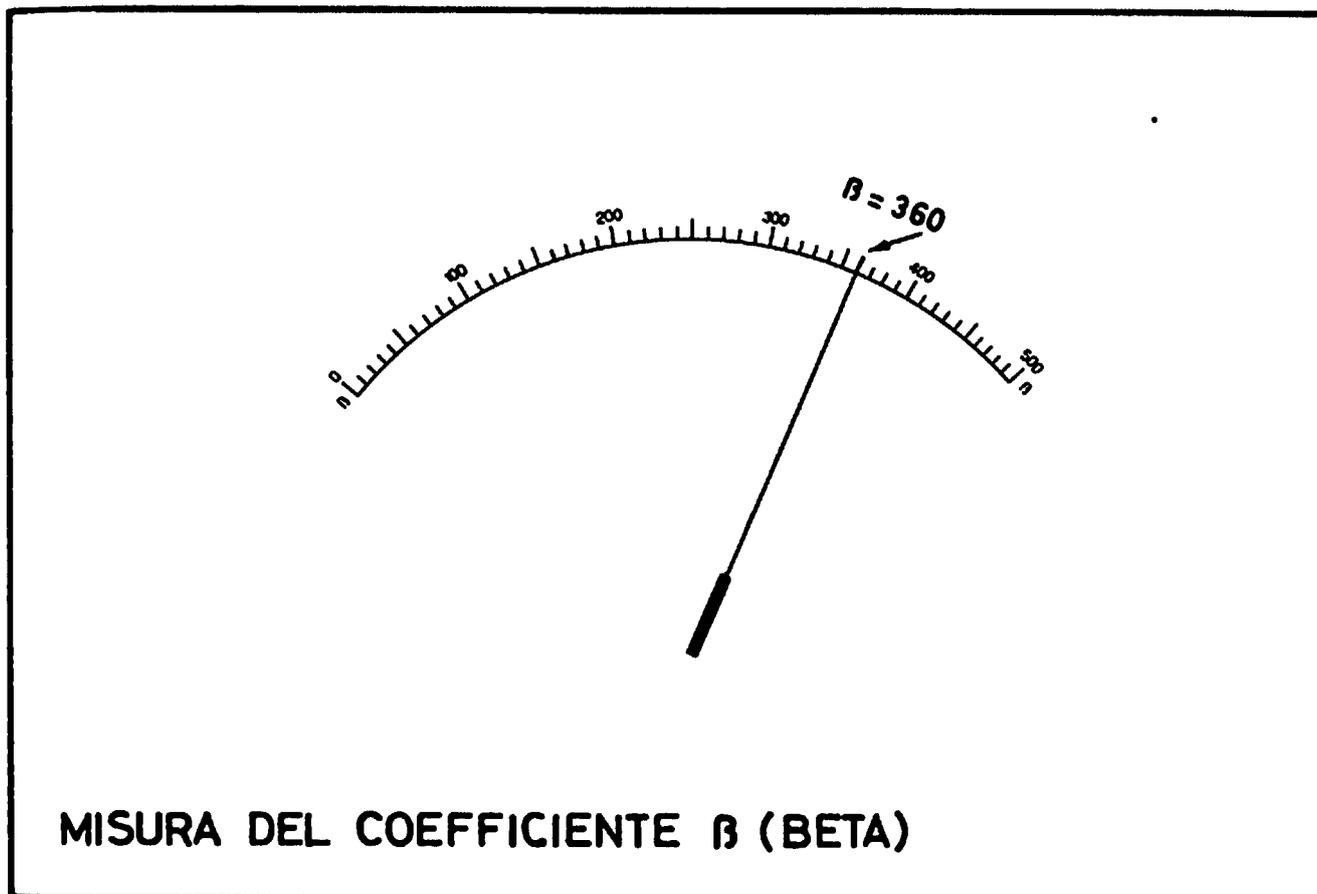

Fig. 4
La lettura va fatta direttamente sulla scala riprodotta nella *fig. 4*, all'estremo della quale è riportato il numero 500, tenendo presente che ciascuna graduazione corrisponde a 10.
a) Supponiamo che in precedenza si sia ottenuto l'azzeramento e che ora l'indice si sia fermato sulla sesta lineetta dopo il 300, come appare nella *fig. 4*.
b) Supponiamo che l'indice si trovi ancora nella posizione della *fig. 4*, ma che in precedenza non sia stato possibile ottenere l'azzeramento, essendosi mantenuto sul 20 della scala, cioè sulla seconda lineetta dopo lo zero, anche con il potenziometro P2 tutto a sinistra.